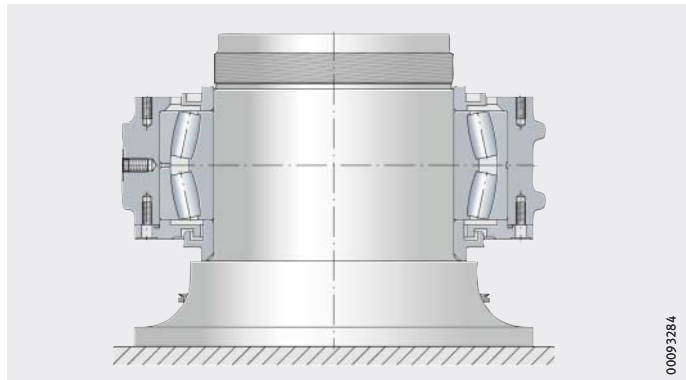

Bild 13
- Den erwärmten getriebeseitigen Labyrinthring auf die Welle bis zum Lagerinnenring schieben. Auf die richtige Montagerichtung achten (Labyrinthnase in Richtung Getriebe), *Bild 13*.